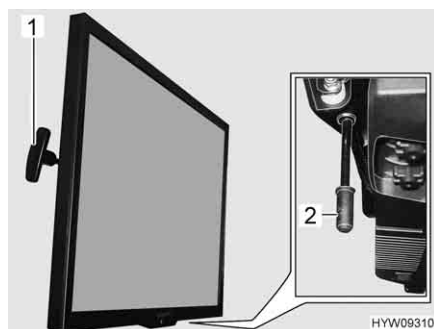

Fig. 93 Schermo piatto (scorrevole)
- Tirare la maniglia (Fig. 93,1) e tenerla in posizione. Lo schermo piatto è sbloccato.
- Tirare la maniglia (Fig. 93,2) verso il basso e tenerla in posizione. Lo schermo piatto è sbloccato.